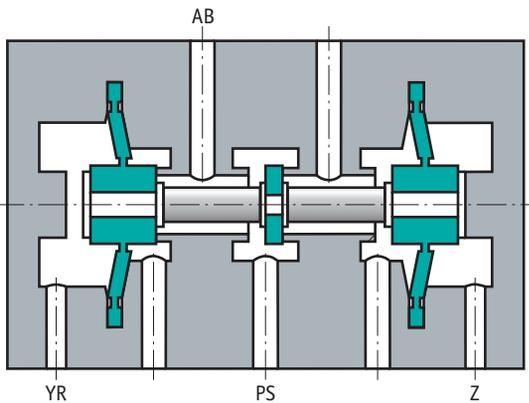

FIGURA 7. Distribuidor neumático 5/2.
- En la figura 7 se ha representado una válvula de paso para accionar un distribuidor, dotada de membranas en sus dos extremos.